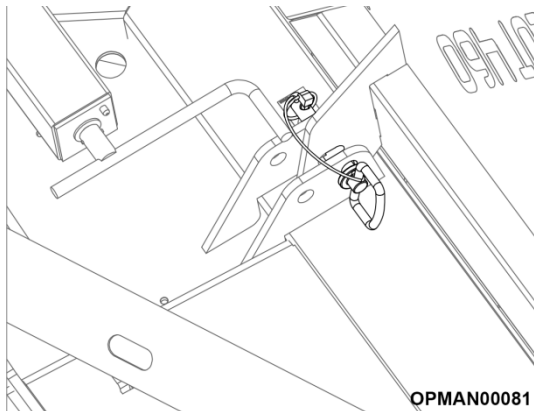

Рис. 4.16
4.6.1.1 На машинах Multicut 460/460 Proline снимите 2 стопорных штифта крыла; см. рисунок 4.16.
4.6.1.5 На машинах Multicut 460/460 Proline установлены 2 стопорных штифта крыла; см. рисунок 4.16.